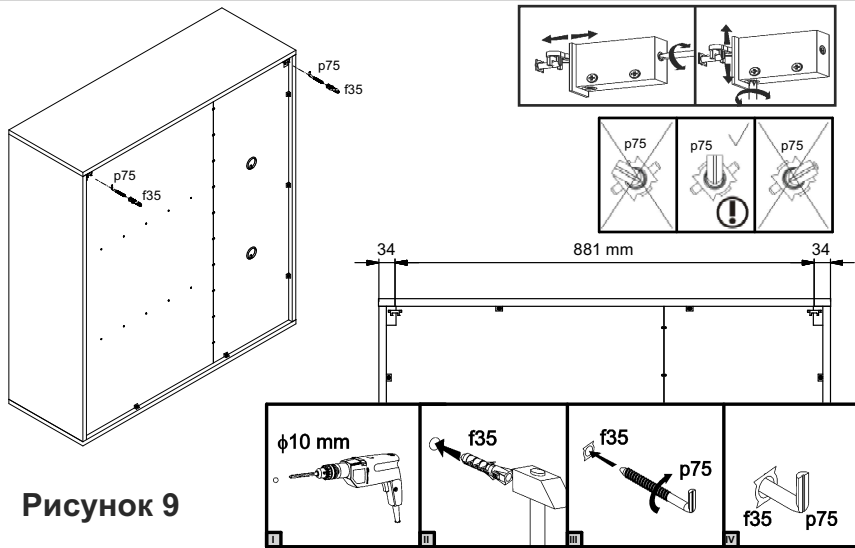

Рисунок 9
- Для навешивания изделия на стене с помощью карандаша и линейки разметить отверстия, как показано на рис. 9.
- В стене просверлить отверстия  $\text{Ø}10 \text{ мм}$  (см. рис. 9). **ВНИМАНИЕ!** Во избежание травматизма при проведении операции сверления будьте внимательны и осторожны.
- Вбить в отверстия в стене пластмассовые дюбеля **f35** (см.рис. 9).
- Навесить шкаф на крючки **p75**. При необходимости отрегулировать положение изделия с помощью отвертки (см. рис. 9).